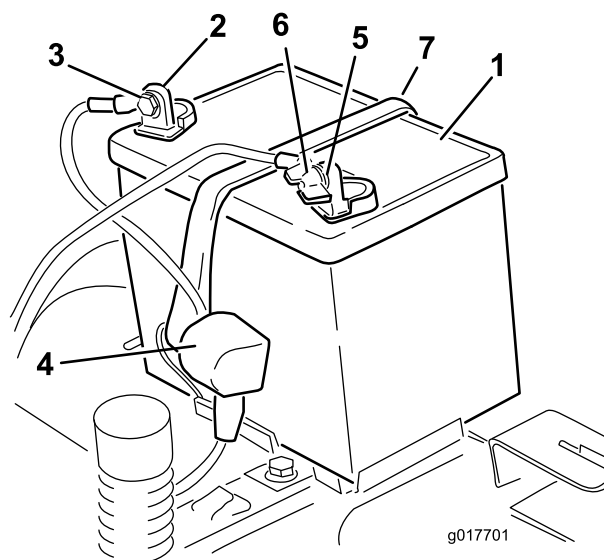

Figure 37
4. Débranchez le câble négatif (noir) de mise à la masse de la borne de la batterie (Figure 37). Conservez toutes les fixations.
5. Repoussez le capuchon en caoutchouc sur le câble positif (rouge). Débranchez le câble positif (rouge) de la borne de la batterie (Figure 37). Conservez toutes les fixations.
6. Déposez la barrette de maintien de la batterie (Figure 37) et soulevez la batterie de son support.
1. Placez la batterie dans son support (**Figure 37**).
5. Fixez la batterie en place à l'aide de la barrette de maintien (**Figure 37**).